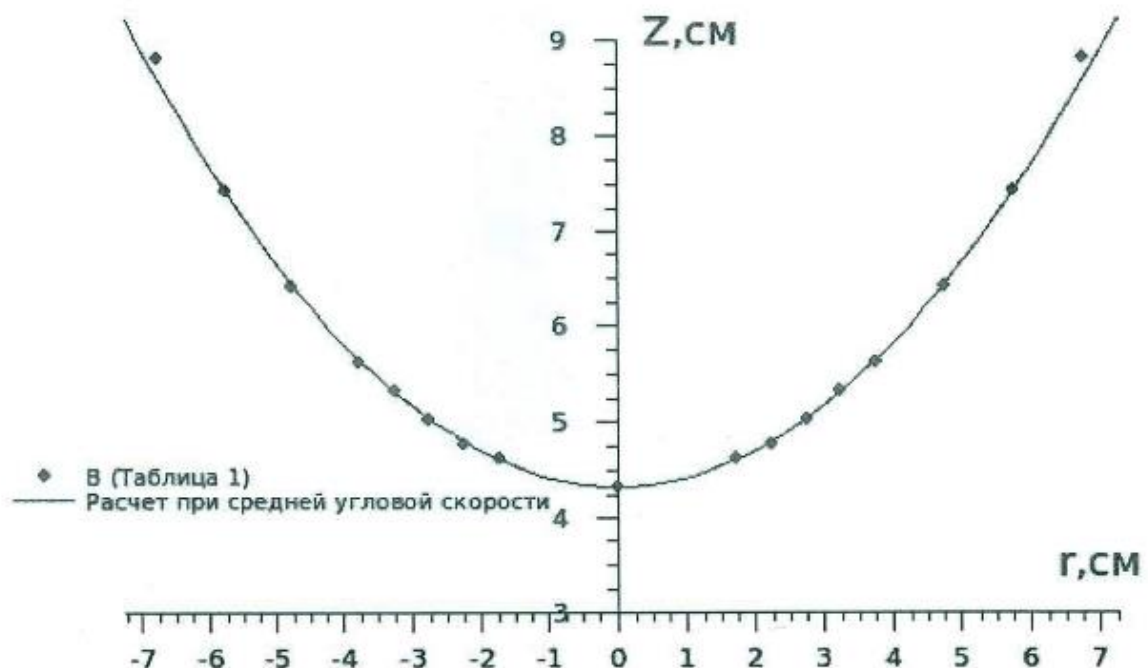

Рис. 2. Свободная поверхность жидкости, построенная с использованием средней угловой скорости вращения и точки, полученные измерением.
- 6) Представить графики положения параболоида вращения и эпюру избыточного давления $p_{изб}$ ко дну цилиндра. (Рис. 2 и 3)